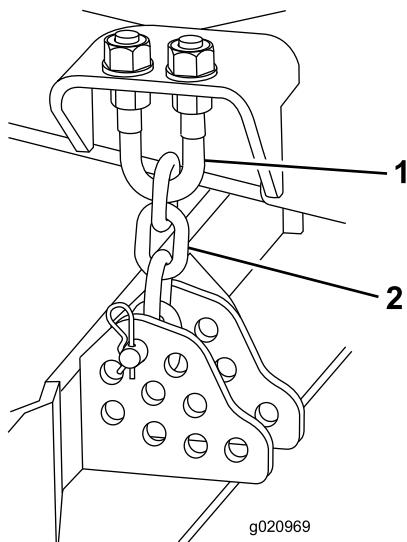

Figura 73
3. Retire o contrapino tipo grampo e pino de segurança que fixam as correntes da altura de corte à traseira da unidade de corte (Figura 73).